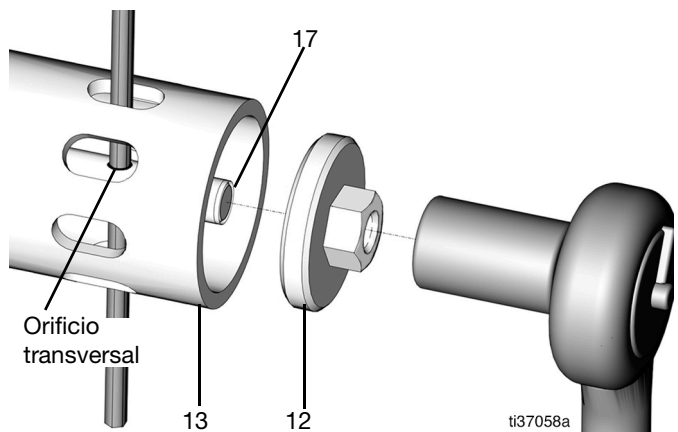

FIG. 64
22. Empuje hacia abajo la varilla de la bomba (27) para mover la varilla de la pala (17) y acceder al orificio transversal (FIG. 64).
23. Meta una llave Allen o herramienta similar por la ranura del tubo de la pala (13) y por dentro del orificio transversal para que no se mueva la varilla de la pala (17) (FIG. 64).
24. Apriete el pistón de la pala (12) con una llave de tubo de 10 mm (a un par de 4,1-5,4 N•m [3-4 lb-pie]) (FIG. 64).